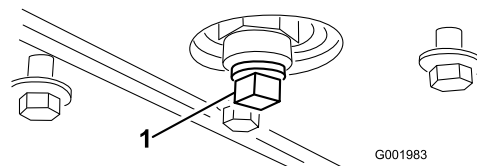

Figura 49
5. Retire o tampão de escoamento (Figura 49).